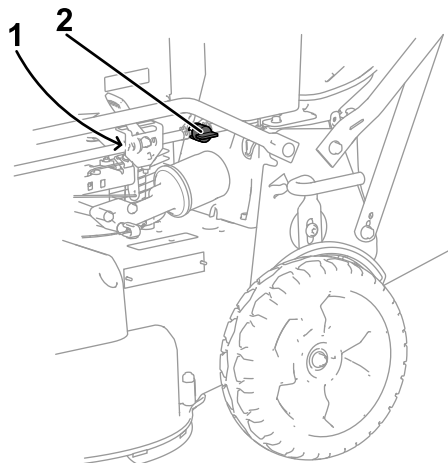

Figure 31
3. Fermez le robinet d'arrivée de carburant (Figure 31).
4. Déposez le filtre à carburant (Figure 31) de la conduite de carburant en desserrant les colliers autour du filtre.